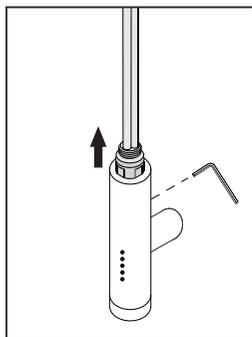

Рис.2
- 4.1. Перед началом монтажа необходимо ослабить стопорный винт в задней части МЭМ 3.0 ключом ШГ №2,5 и выдвинуть нагревательный элемент относительно корпуса (рис. 2).